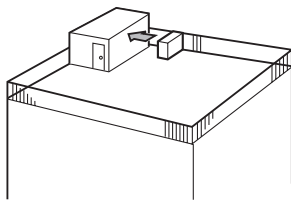

Fig. 2-4
- (1) Posizionare la bocca di uscita dell'aria verso la parete più vicina, mantenendola a circa 500 mm di distanza dalla parete. (Fig. 2-4)